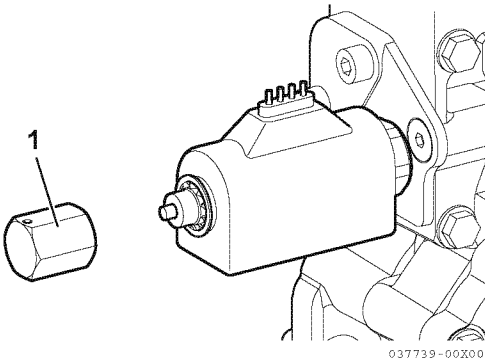

Figur 11
1. Med motoren(e) av, fjerner du dekslet (1, Figur 11), mutteren (2, Figur 11) og kraven (3, Figur 11).